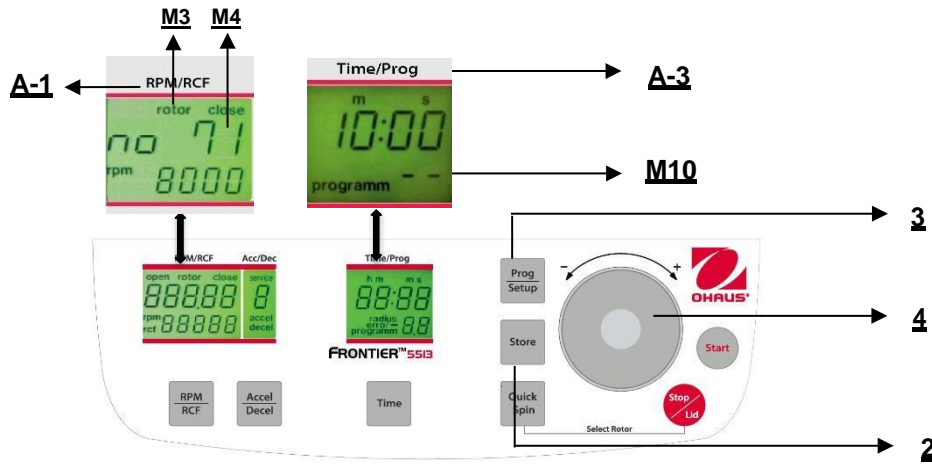

Figura. 22
Para recuperar programas almacenados, presione el botón **"Prog/Setup"** (3) (vea la Figura 22) mientras la tapa está cerrada. En la pantalla **"Time/Prog"** (A-3) aparece **"programm --"** (M10). El número de programa deseado puede preseleccionarse con el dial de ajuste (4).